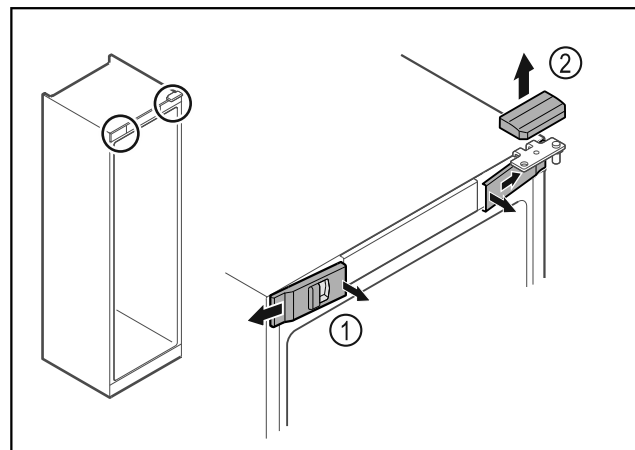

Fig. 17
- ▶ Vordere Abdeckungen Fig. 17 (1) innen ausrasten und zur Seite abnehmen.
- ▶ Obere Abdeckung Fig. 17 (2) nach oben abnehmen.